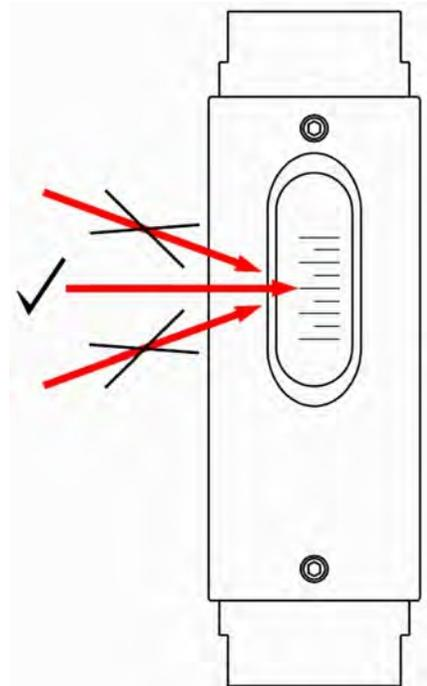

Abb. 33: Messskala ablesen
2. ➤ Geradeaus auf die Messskala blicken (Abb. 33, mittlerer Pfeil). Durch einen Blickwinkel von oben oder unten kann der Ableswert verfälscht werden